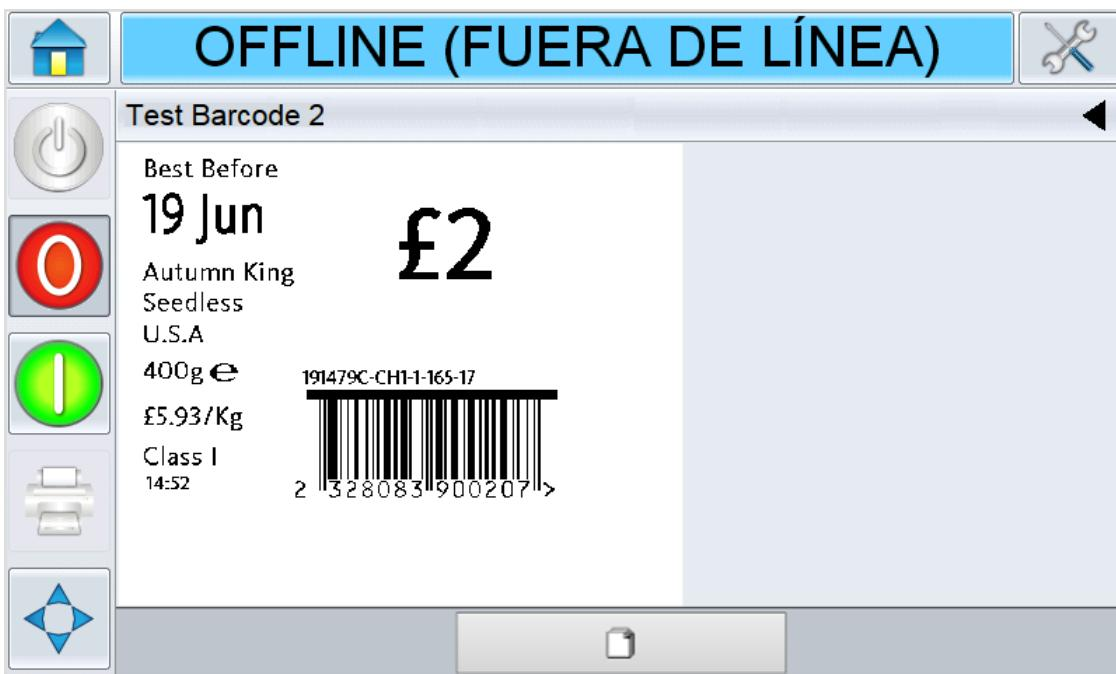

Figura 6-2: Pantalla de detalles del trabajo actual
1. Toque el área del trabajo actual en la pantalla de inicio. De esta forma aparecen los detalles del trabajo, como se muestra en la Figura 6-2.